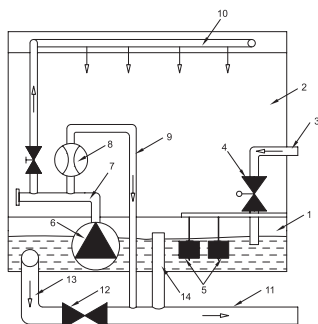

Рисунок 18
В установках RW могут применяться модели обратного снабжения (рис. 18), наиболее полно реализующих функционал увлажнителя. Поддон (1) наполняется водой из магистрального трубопровода. Уровень воды в поддоне поддерживается при помощи герконового датчика уровня (5) и нормально закрытого соленоидного клапана (4). В случае, когда требуется увлажнение, включается насос (6) и вода через распределительную гребенку (7) подается на блоки водораспределительных головок (10). Через водораспределительные головки вода равномерно распределяется на кассеты (2). Стекая по поверхности кассет, часть воды абсорбируется материалом кассеты, а часть возвращается в поддон. При прохождении воздуха через увлажненный материал кассеты, происходит испарение воды с поверхности материала. Таким образом влагосодержание воздуха повышается. Процесс сопровождается некоторым понижением температуры проходящего через кассеты воздуха, что позволяет использовать увлажнитель в качестве секции охлаждения в летний период. В процессе испарения содержание соли в оборотной воде повышается и может достичь уровня при котором соль будет откладываться на материале кассеты и элементах конструкции. Для нормализации концентрации солей в оборотной воде - предусмотрена система сброса части воды дренаж и восполнения ее до необходимого уровня за счет подачи чистой. Величина отводного потока настроена по умолчанию. Для самостоятельной регулировки служит регулирующий кран (7) и расходомер на линии отводного потока водораспределительной гребенки. Для исключения возможности перелива воды в поддоне выполнена линия перелива (14) в дренаж. Для полного осушения поддона имеется линия слива (13) с шаровым краном (12).